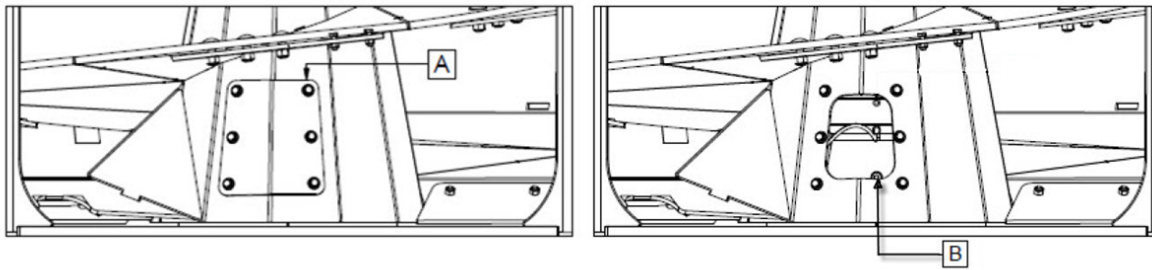

Figure 62 — Trappe de visite du planétaire
- a. Enlevez la trappe de visite sur la vis (repère A, Figure 62).
- b. Dévissez le bouchon de niveau (repère B, Figure 62).